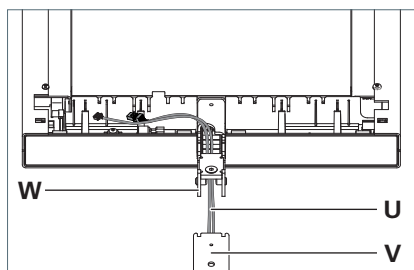

Fig. 10: Montaggio della testa dell'apparecchio d'illuminazione sul tubo di supporto.
- Fare passare i cavi **U** dal basso attraverso il braccio di supporto **W** sulla testa dell'apparecchio d'illuminazione e inserire il braccio di supporto completamente nel tubo di supporto **V**, vedi Fig. 10.